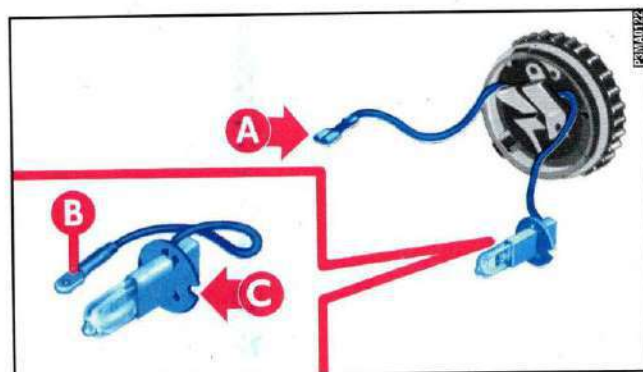

fig. 23
6) Per lavorare più agevolmente, togliere il coperchio **B**, sfilando il connettore **A**-fig. 23 dal corpo del faro.